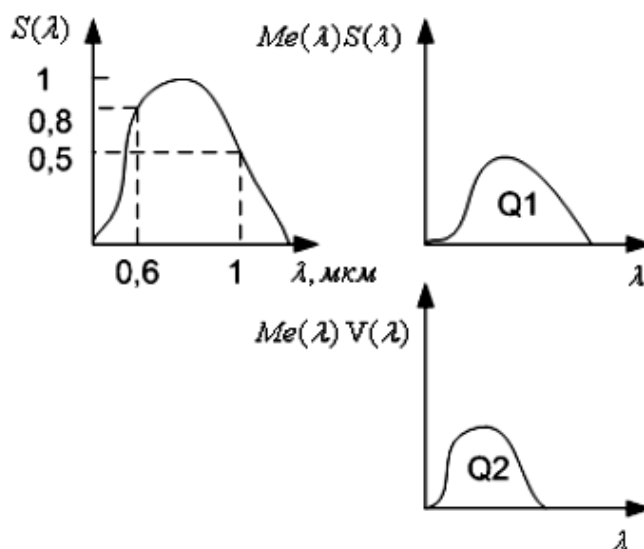

Рис. 1. Спектральные характеристики приёмника
1. Спектральная характеристика приёмника приведена на рис. 1. Определить силу фототока, вырабатываемого фотоприёмником, при попадании на его светочувствительную поверхность излучения от точечного источника с силой излучения $I_v = 15 \text{ Вт} \cdot \text{ср}^{-1}$ и длиной волны $1,06 \text{ мкм}$. Угол падения лучей на поверхность приемника $\varepsilon = 0$. Источник расположен от приёмника на расстоянии $r = 100 \text{ м}$. Площадь светочувствительной поверхности фотоприёмника $Q_{\text{пр}} = 100 \text{ м}^2$. Максимальное значение спектральной чувствительности приемника $S_{\text{max}} = 10 \text{ мА} \cdot \text{Вт}^{-1}$.
2. На расстоянии $r=6$ м от приёмника расположен точечный монохроматический источник, излучающий на длине волны $0,6$ мкм. Площадь светочувствительной поверхности приёмника $Q_{\text{пр}} = 9$ мм², угол падения лучей на приёмник $\varepsilon=0$. Максимальная спектральная чувствительность приёмника $S_{\text{max}} = 2$ мА·Вт⁻¹, спектральная характеристика приведена на рис. 1. Определить силу излучения источника, если реакция приёмника на излучение источника $I=0,05$ мкА.